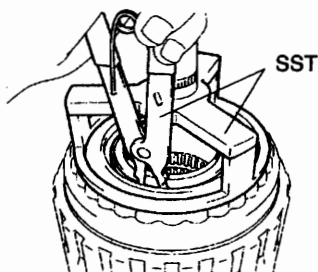
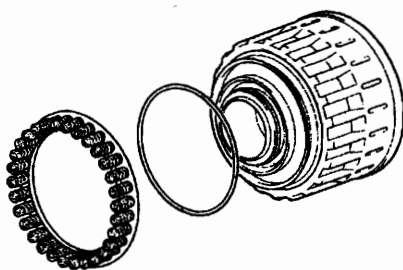

图 12-1-138
图 12-1-139
(20) 拆卸 3 号离合器平衡器。如图 12-1-138 所示, 将 SST 放置在 3 号离合器平衡器上, 并用压具压缩回位弹簧。
(21) 如图 12-1-139 所示, 从倒挡离合器活塞上拆下倒挡离合器回位弹簧和 O 形圈。
(3) 安装倒挡离合器回位弹簧分总成。如图 12-1-139 所示, 将 ATF 涂到新 O 形圈上, 并将其安装到倒挡离合器活塞分总成上。将倒挡离合器回位弹簧安装到倒挡离合器活塞分总成上。
(4) 安装 3 号离合器平衡器。
①如图 12-1-138 所示, 将 SST 放置在 3 号离合器平衡器上, 并用压具压缩离合器平衡器。用卡环扩张器安装卡环, 不要使卡环端隙与弹簧固定器爪对齐。注意: 将弹簧片放置到离卡环槽 1~2mm 处时, 应停止压缩, 以防弹簧片变形。不要过度扩张卡环。